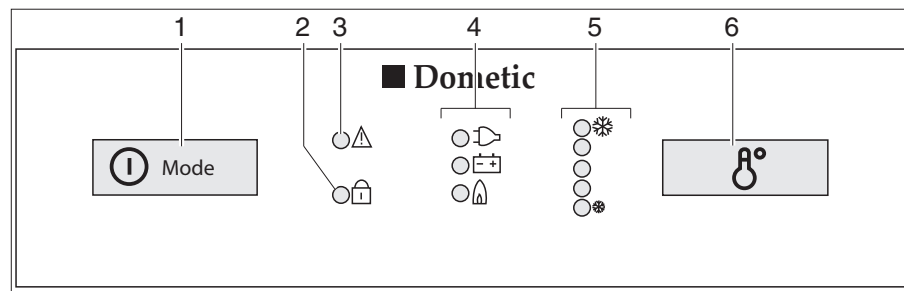

Bild 235 Bedienelemente für den Kühlschrank (Dometic 8er-Reihe mit MES)
- Den Einschalter/Energie-Wahlschalter (Bild 235,1) 2 Sekunden lang drücken, um das Gerät einzuschalten. Die LED der zuletzt gewählten Betriebsart leuchtet auf.
- Ggf. den Einschalter/Energie-Wahlschalter (Bild 235,1) mehrmals kurz drücken, bis die Betriebsanzeige Gas "🔥" aufleuchtet. Die Gaszufuhr ist geöffnet. Der Zündvorgang erfolgt automatisch. Ein tickendes Geräusch ist hörbar, bis der Zündvorgang erfolgreich abgeschlossen ist.
- Die Kühltemperatur mit dem Schalter für die Temperatureinstellung (Bild 235,6) einstellen.
- Ggf. den Einschalter/Energie-Wahlschalter (Bild 235,1) mehrmals kurz drücken, bis die Betriebsanzeige 230 V "⚡" aufleuchtet.
- Ggf. den Einschalter/Energie-Wahlschalter (Bild 235,1) mehrmals kurz drücken, bis die Betriebsanzeige 12 V "⊕" aufleuchtet.